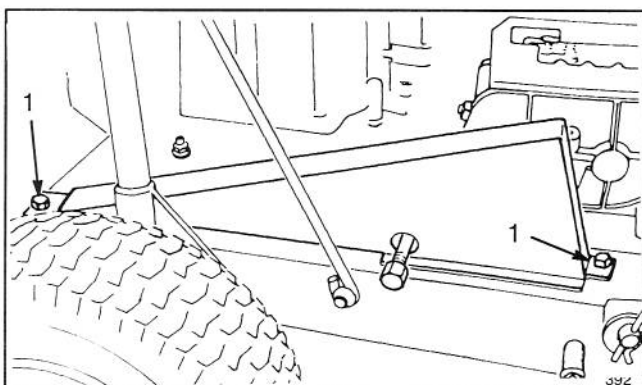

Abbildung 20
1. Zwei Schrauben entfernen, mit denen die Kettenabdeckung am Mähergestell befestigt ist, und die Kettenabdeckung herunterheben (Abb. 20).